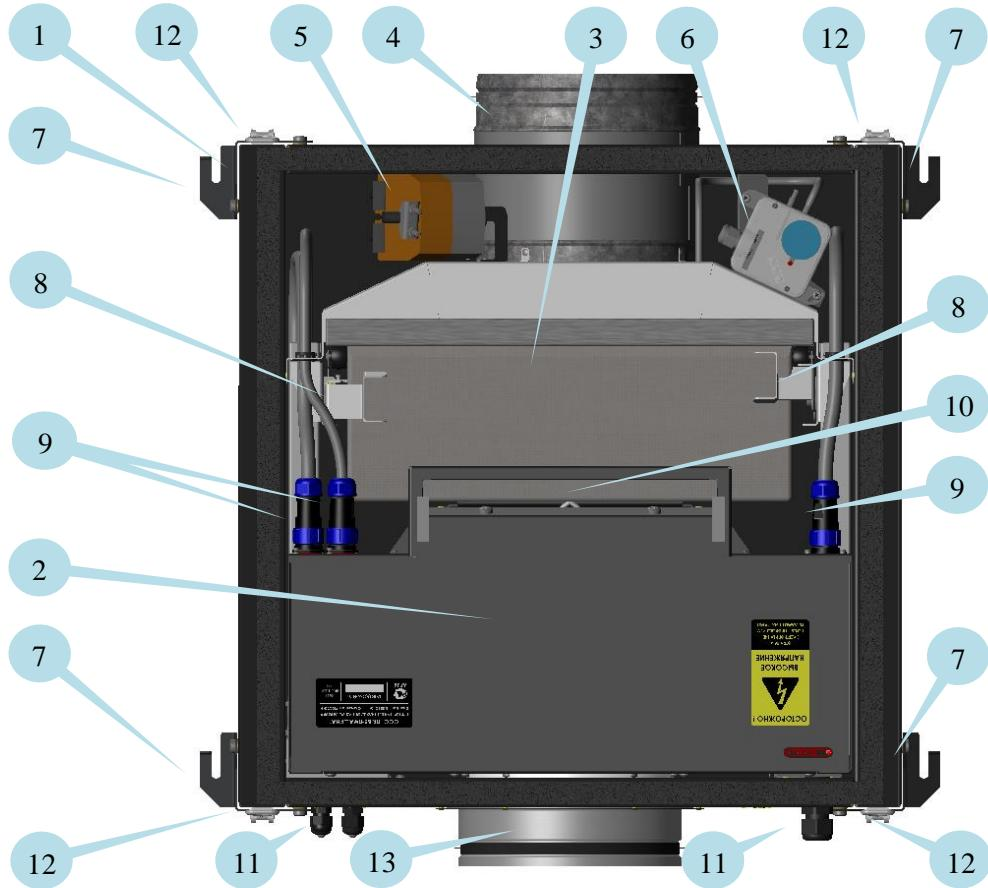

Рис. 1
Конструктивно установка (Рис. 1) представляет собой тепловлагозащищенный корпус (1) со съемной с помощью 4-х замков-зашелок (12) крышкой.